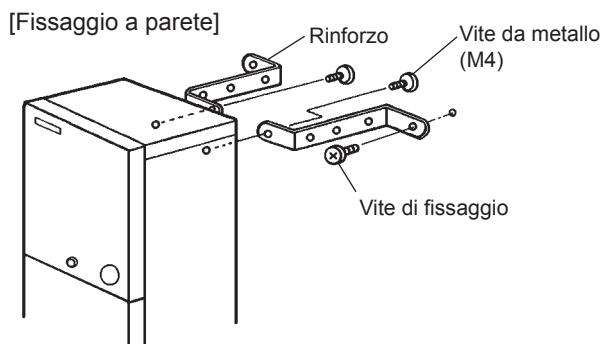

Fig. 2
- * Fissare al muro la macchina, servendosi dei rinforzi (accessori) e delle viti di fissaggio (non fornite). Piegare i rinforzi adattandoli alle condizioni d'installazione. Vedere Fig. 2.